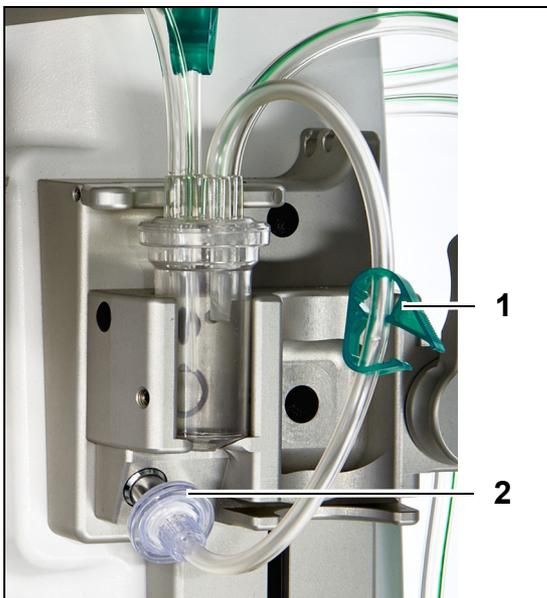

Abb. 92
1. Den hydrophoben Filter von der ADU-Sensorleitung mit Luer-Lock-Anschluss (2) am ADU-Drucksensor anschließen.
2. Die Klemme (1) des hydrophoben Filterschlauchs offen lassen, wie in Abb. 92.